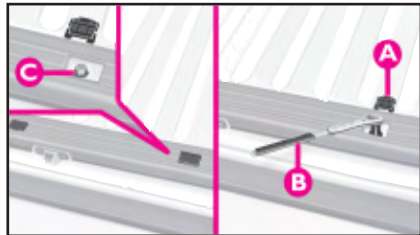

fig. 2
– verwijder de twee kunststof doppen **A-fig. 2**;
– draai met de ratelsleutel **B** en het verlengstuk **F-fig. 5** de twee zichtbaar geworden bouten **C-fig. 2** los;